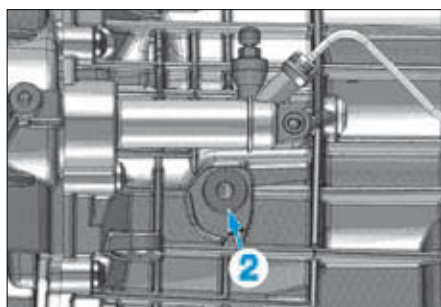

FIG. 2
- Déposer le bouchon de remplissage/niveau (2) (Fig.2).